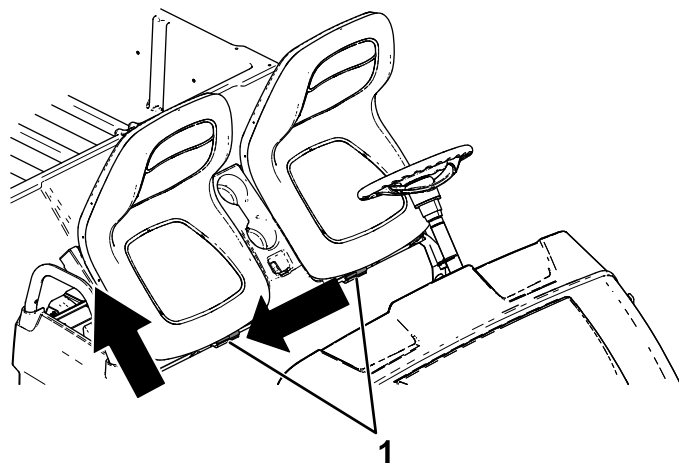

Figure 33
2. Poussez l'ensemble sièges sur le côté pour le dégager des goupilles, puis soulevez-le (Figure 33).